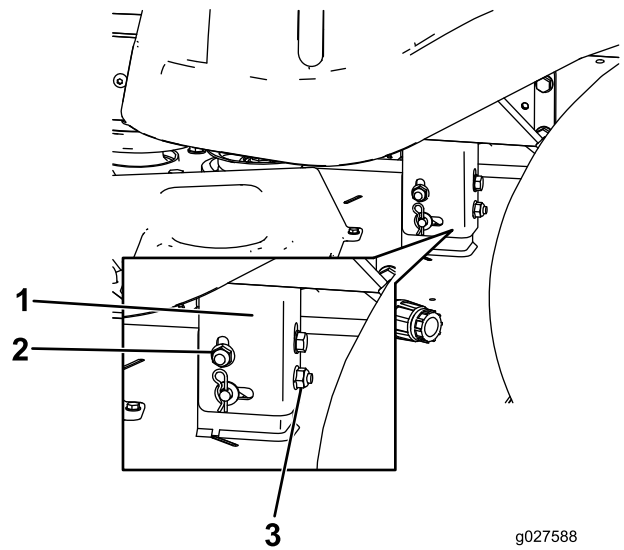

Figura 51
8. Eleve o baje el lado izquierdo de la carcasa de corte girando la tuerca trasera (Figura 51).